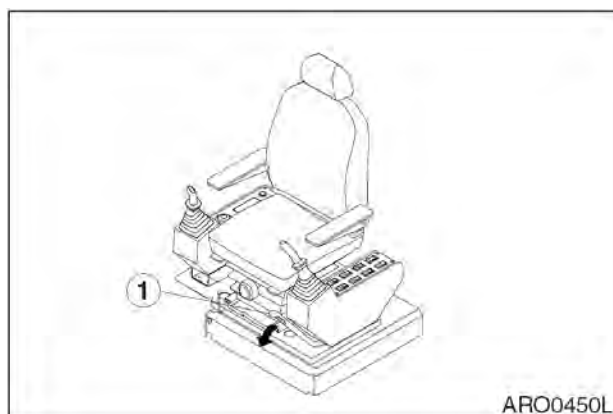

Рис. 17
2. Установить рычаг блокировки (1, рис.17) в разблокированное положение (UNLOCK).